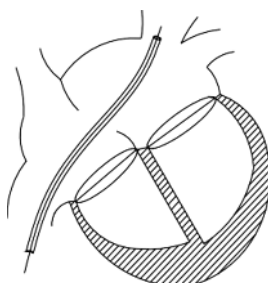

Рисунок 4 Иллюстрация доставки системы интродьюсера в сердце
- Промыть дилататор, систему интродьюсера физраствором, а затем вставить дилататор в систему интродьюсера. Продвинуть систему интродьюсера с дилататором над сменной проволокой через дефект перегородки в левую верхнюю легочную вену. Удалить сменную проволоку и дилататор (см. Рис. 4).